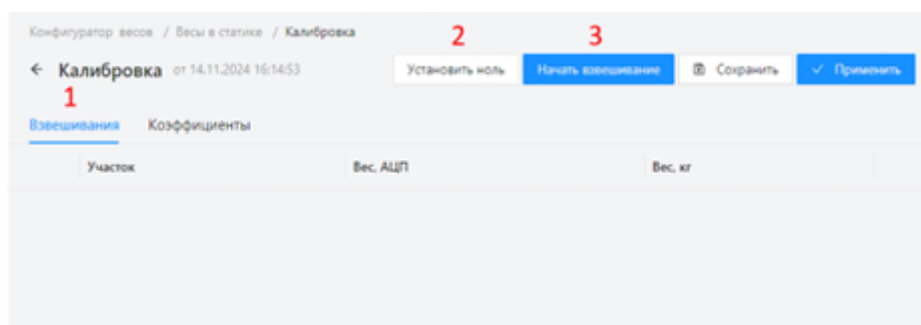

Рисунок 23 – Страница калибровки
2. На открывшейся странице перейдите на вкладку «**Взвешивания**» (Рисунок 23, цифра 1).
3. Для установки калибровочного нуля нажмите кнопку «**Установить ноль**» (Рисунок 23, цифра 2).
4. Для добавления калибровочных взвешиваний нажмите кнопку «**Начать взвешивание**» (Рисунок 23, цифра 3).